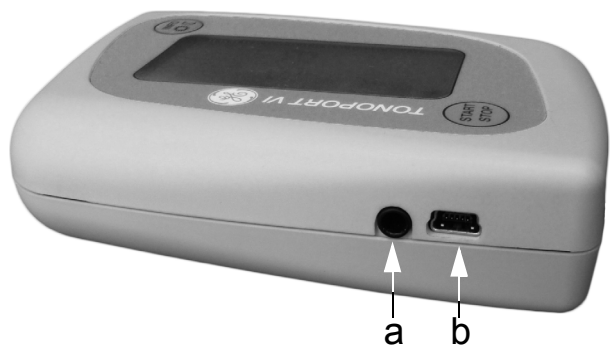

Fig. 5-1 Conexiones para cable de PC
- por medio de un cable 2001589-040 si se usa el puerto USB del TONOPORT VI (**b**, Fig. 5-1)
- por medio de un cable 2001589-011 si se usa el puerto serie del TONOPORT VI (**a**, Fig. 5-1)
Para poder usar el puerto USB del TONOPORT VI (b, Fig. 5-1), usted debe instalar el controlador de USB y verificar la comunicación del modo descrito a continuación.